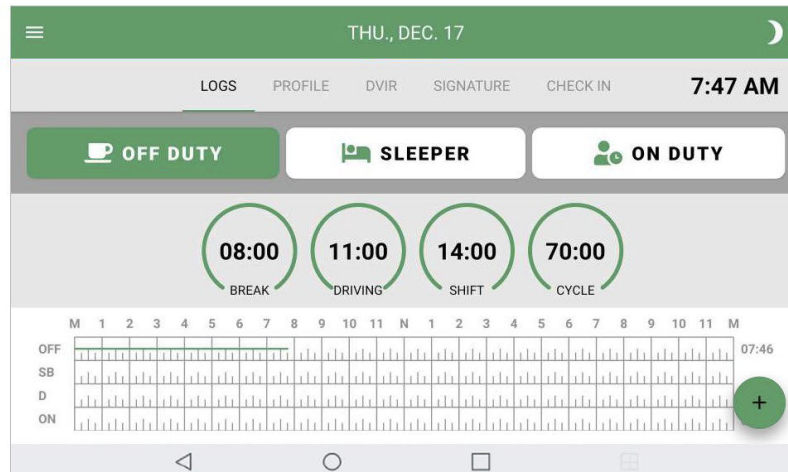

IMAGEN 10
- a. a) Cambia el estado a FUERA DE SERVICIO, NOCTURNO, EN SERVICIO. (imagen 10)